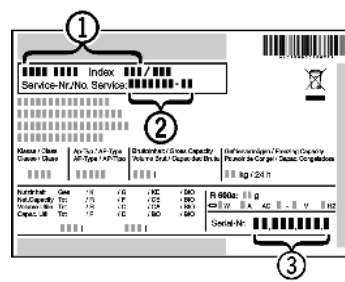

Fig. 14
- ▶ Relever la désignation de l'appareil Fig. 14 (1), le n° de service Fig. 14 (2) et le n° de série Fig. 14 (3) sur la plaquette signalétique. Cette plaquette se trouve sur la paroi intérieure gauche de l'appareil.
- ▶ Informer le S.A.V. et lui communiquer la panne, la désignation de l'appareil Fig. 14 (1), le n° de service Fig. 14 (2) et le n° de série Fig. 14 (3).